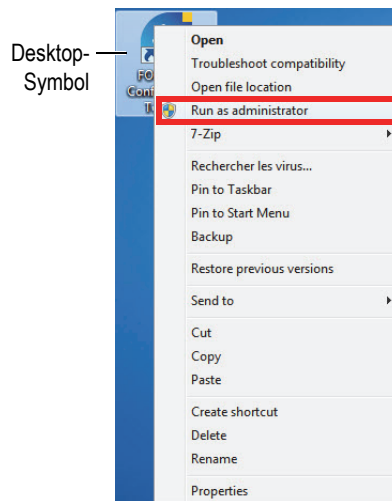

Abbildung 5-1 Öffnen der Konfigurationshilfe
- ◆ Auf dem Desktop klicken Sie mit der rechten Maustaste auf das Symbol **Configuration Tool** und dann klicken sie auf **Run as administrator** > **Yes** (siehe Abbildung 5-1 auf Seite 20).